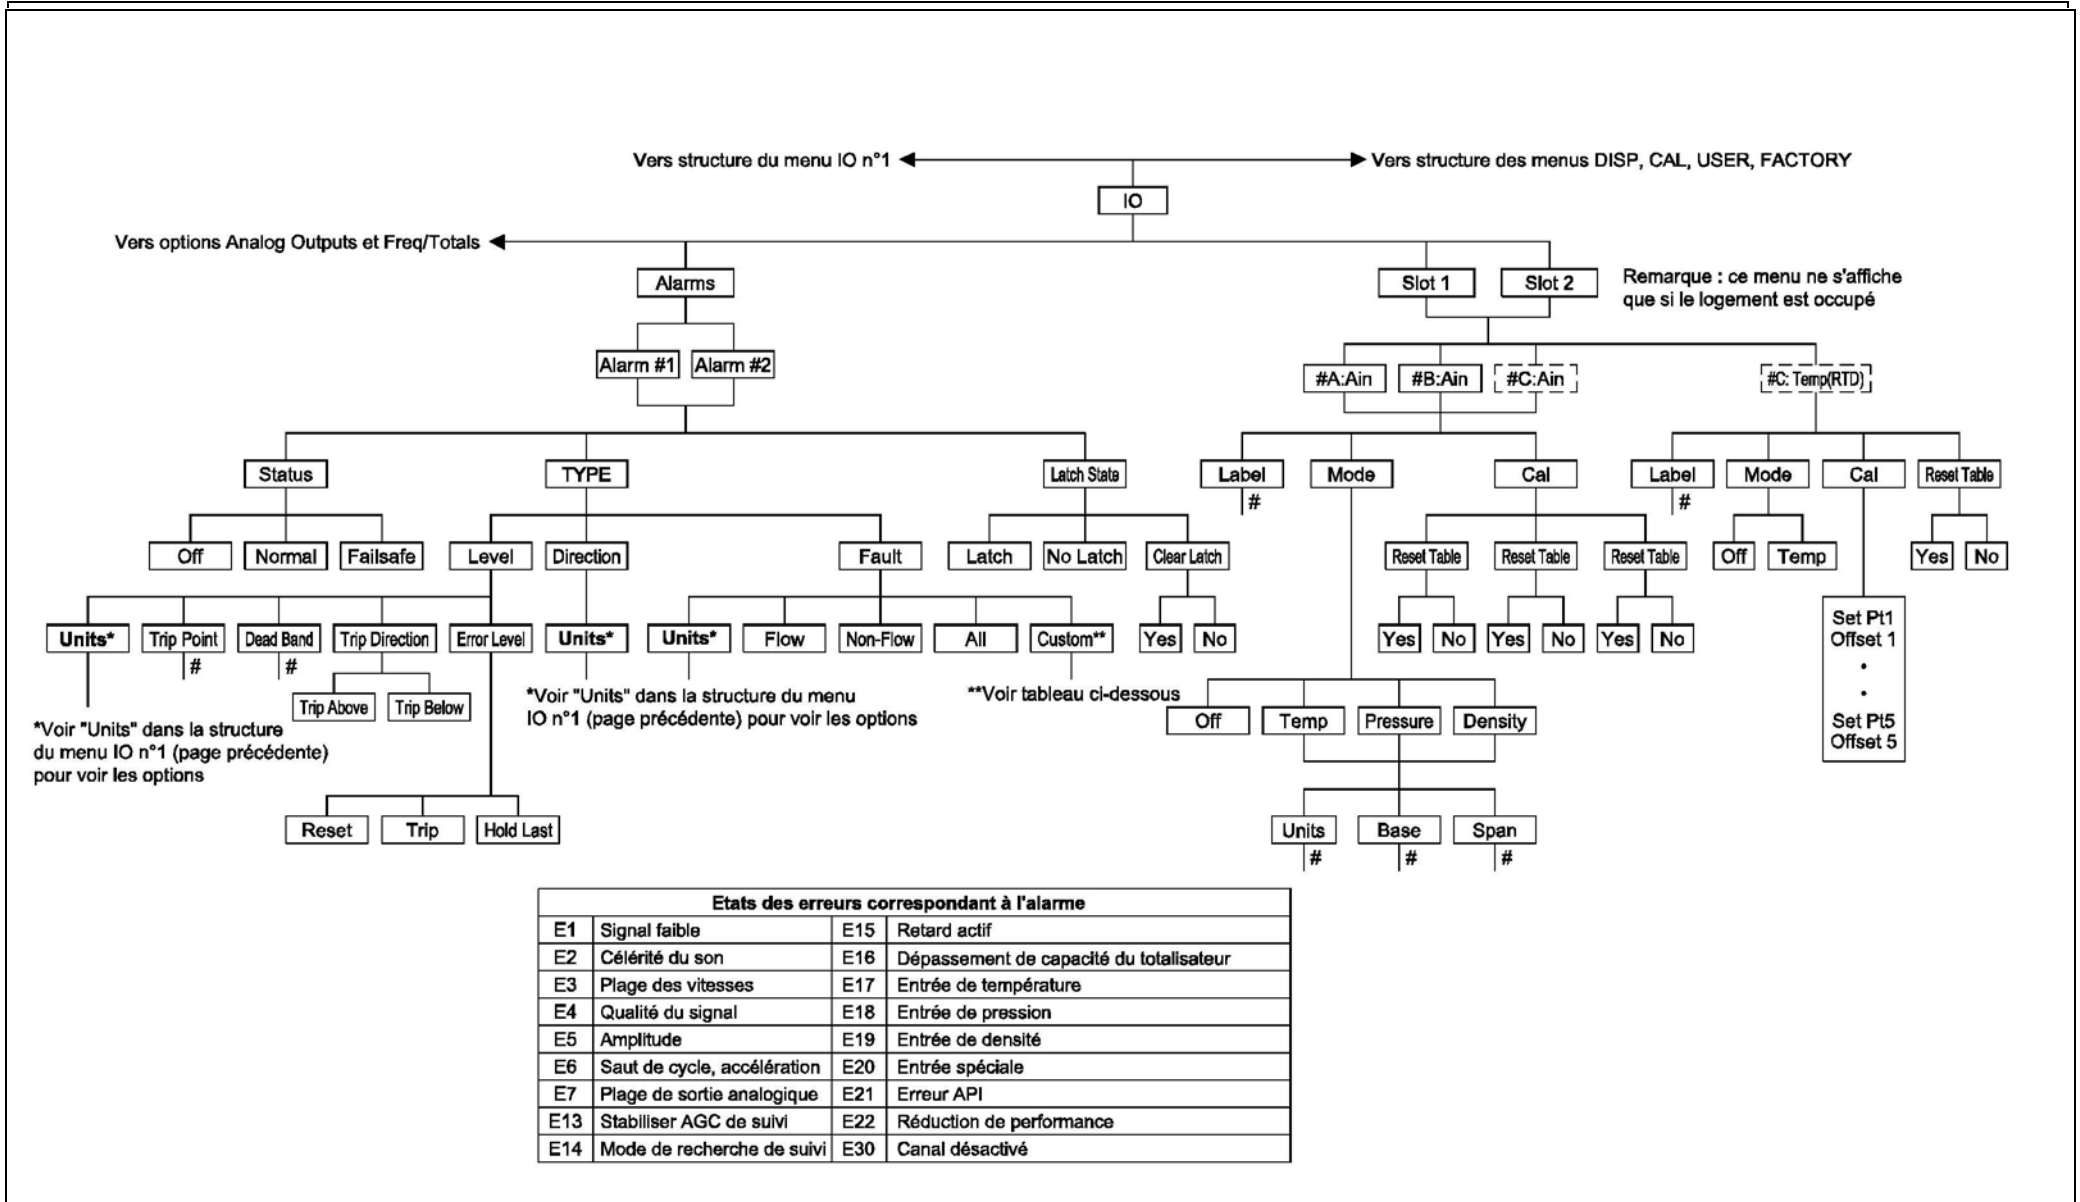

Figure 237: Structure du menu IO n°2
- Figure 237 : Structure du menu IO (E/S) n°2